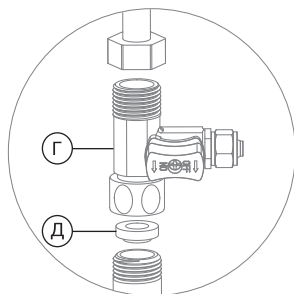

Рис. 5
1. Установите адаптер-вентиль (Г) между магистралью холодной воды и гибкой подводкой вашего смесителя. Уплотните соединение адаптера-вентеля с магистралью при помощи поставляемого в комплекте уплотнительного кольца (Д) (рис. 5).